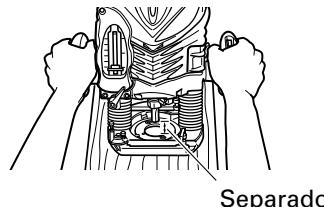

Fig. 19
- (1) Como se muestra en la Fig. 19 sepere la broca del material y empuje la palanca del interruptor hacia arriba hasta la posición ON. No comience la operación de corte hasta que la broca haya alcanzado la velocidad de rotación completa.